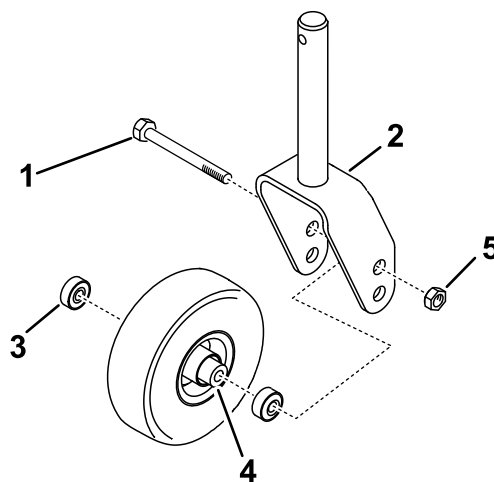

Рисунок 32
2. Отверните контргайку с болта, удерживающего узел поворотного колеса в вилке колеса (Рисунок 32). Захватите поворотное колесо и извлеките болт из вилки или поворотного рычага.
3. Извлеките подшипник из ступицы колеса и дайте выпасть проставке подшипников (Рисунок 32). Снимите подшипник с противоположной стороны ступицы колеса.